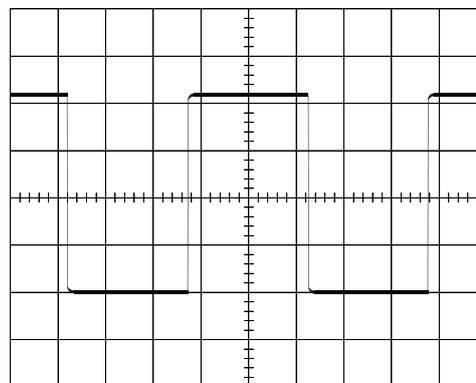

Рисунок 12
4. При помощи элемента управления *Vertical Position* (Вертикальное положение) первого канала сдвиньте нижнюю часть сигнала так, чтобы она касалась одной из горизонтальных линий сетки на экране. Экран теперь должен выглядеть похожим на Рисунок 12.